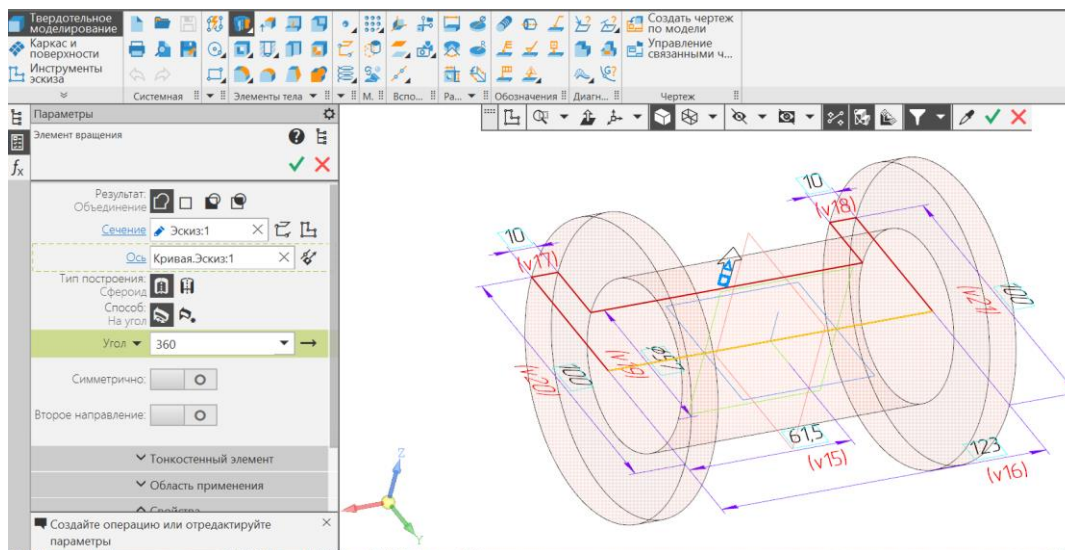

Рис. 3 Команда «Элемент вращения 1»
- **Твердотельное моделирование – Элементы тела – Элемент вращения.** Параметры команды Элемент вращения: результат – Объединение; сечение – Эскиз 1; ось вращения – Эскиз 1; угол поворота – 360° (рис. 3).
- **Инструменты эскиза – Геометрия – Отрезок.** Параметры команды Отрезок: геометрические ограничения – Начало первого начало координат (0, 0, 0); размерные зависимости (рис. 3).